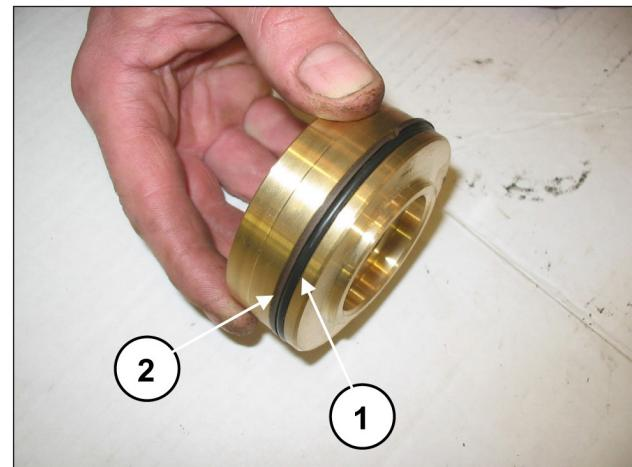

Рис. 127
Установите уплотнительное кольцо, поз. №17 на деталировочном чертеже (поз. ①, Рис. 127), и антиэксрузионное кольцо, поз. №21 на деталировочном чертеже (поз. ②, Рис. 127), в пробку нагнетательного клапана.